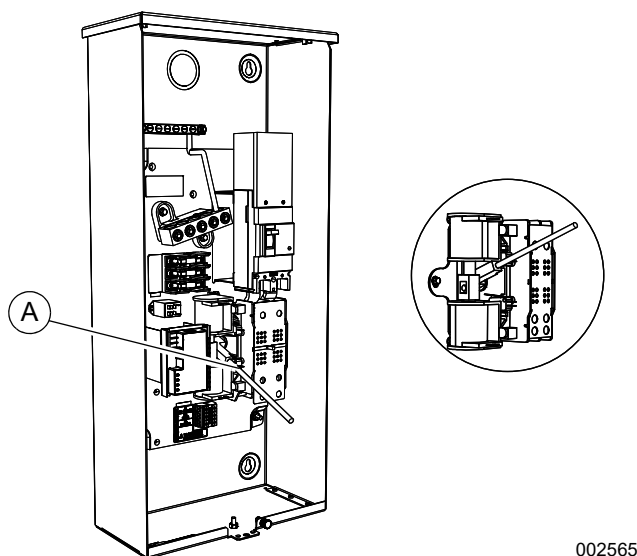

Figure 3-11. Fonctionnement d'un commutateur de transfert manuel typique
4. Voir Figure 3-11. Actionner le levier de transfert manuel (A) à l'intérieure du commutateur de transfert pour mettre les contacts principaux en position STANDBY (SECOURS) (charges raccordées à la source d'alimentation de secours).